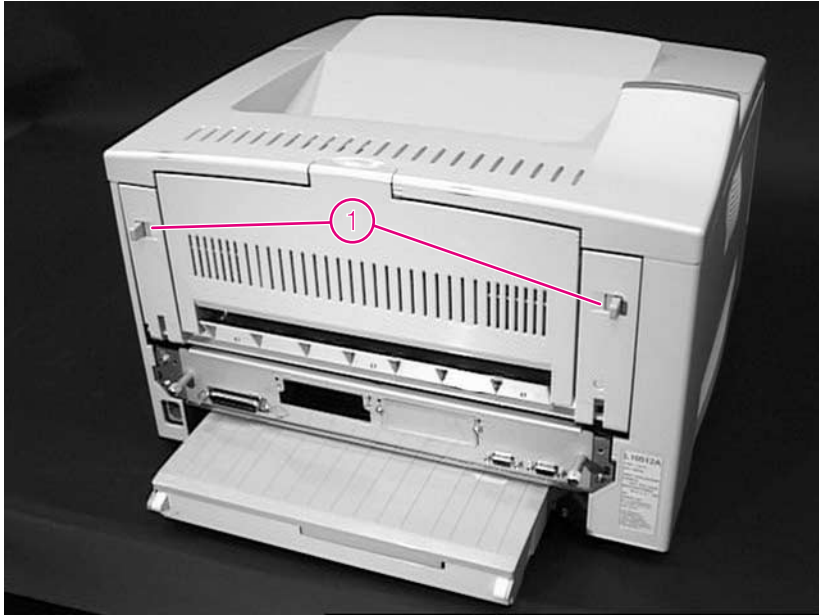

图 16 打开后挡门
- 1 面向打印机后部，将两个锁定片（图 16，编号 1）向打印机中央按下，打开后挡门。